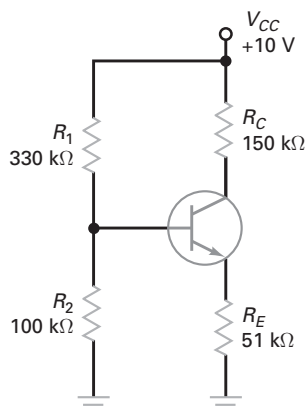

Figura 7-34
- 7-17** **MultiSim** Qual é a tensão no emissor da Figura 7-34? E a tensão no coletor?
- 7-19** Todos os resistores na Figura 7-34 têm tolerâncias de $\pm 5\%$. Qual é o menor valor possível para a corrente do coletor? E o maior?
- 7-23** Determine o ponto Q na Figura 7-34.
- 7-25** Todos os resistores da Figura 7-34 têm uma tolerância de $\pm 5\%$. Qual é o menor valor da corrente do coletor? E o maior?
7-48 Desejamos projetar um divisor de tensão como o da Figura 7-34 de modo que ele seja estável. Mude os valores de R_1 e R_2 conforme a necessidade sem mudar o ponto Q.